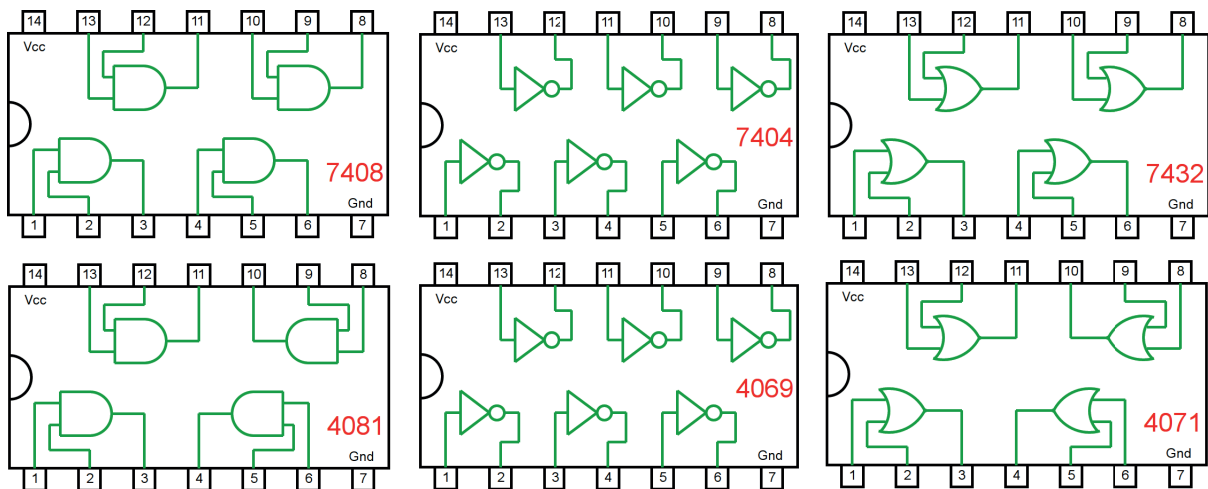

Figura 4.50 – Circuitos integrados TTL e CMOS.
- a) Coloque os circuitos integrados (TTL e/ou CMOS da figura 4.50) nas posições indicadas.
- d) Conecte os fios verdes. Os fios verdes estão conectados ao terra e portanto fornecendo valor lógico (0) às entradas de todas as portas do CI.